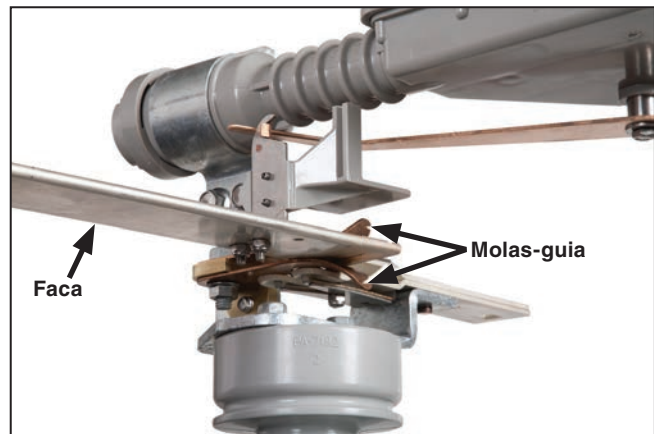

Figura 27. Durante o fechamento, assegure-se que a faca entra nas molas-guia de forma centralizada.
- (b) A faca deve se mover para dentro e para o centro das molas-guia dos contatos de mordente. Ver Figura 27.